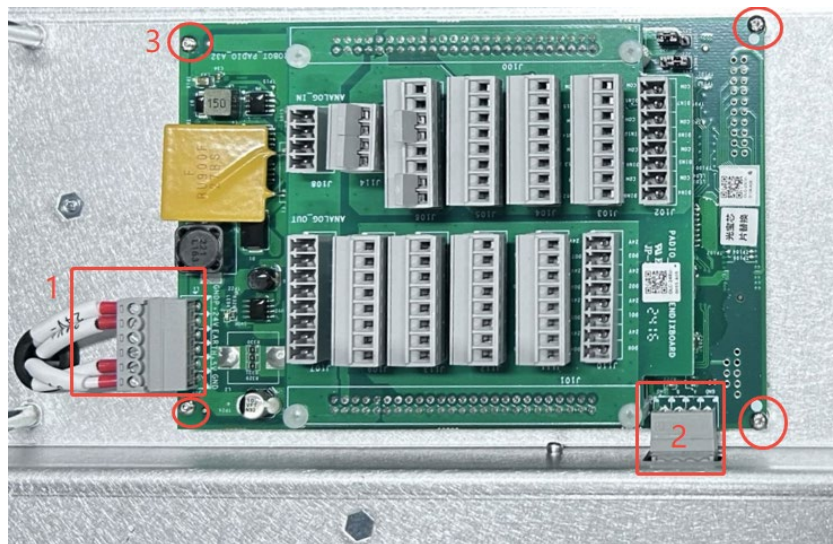

图 3-33：断开 24V&5V 连接器和 485 通讯连接器
2. 依次断开 24V&5V 连接器和 485 通讯连接器，并取下十字槽盘头螺钉，如图 3-33 所示；